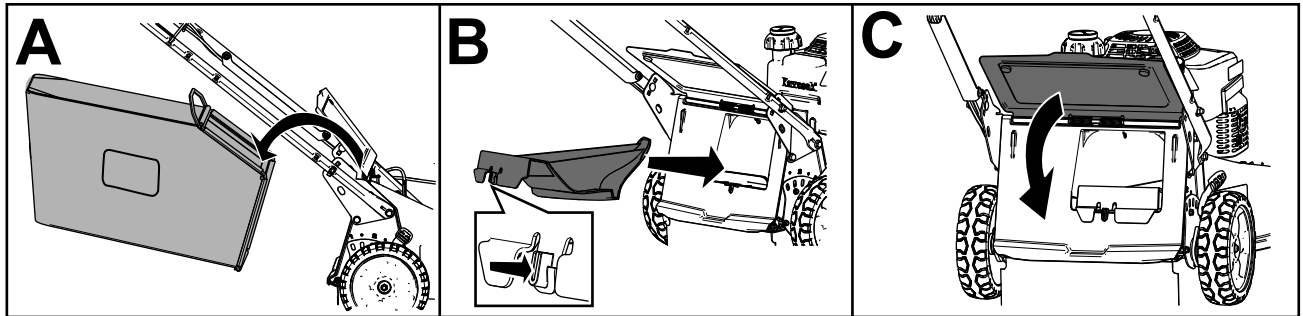

Figura 20
- Si la bolsa de recogida está instalada en la máquina, retírela (Figura 20, A).
- Si el tapón de descarga trasera no está instalado, sujételo por el asa, eleve el deflector trasero e introdúzcalo en el conducto de descarga trasera hasta que el enganche encaje en su sitio (Figura 20, B).
3. Retire la varilla del recogedor de las muescas de la base del manillar (Figura 20, A).
4. Instale el tapón de descarga (Figura 20, B).
5. Baje el deflector trasero (Figura 20, C).